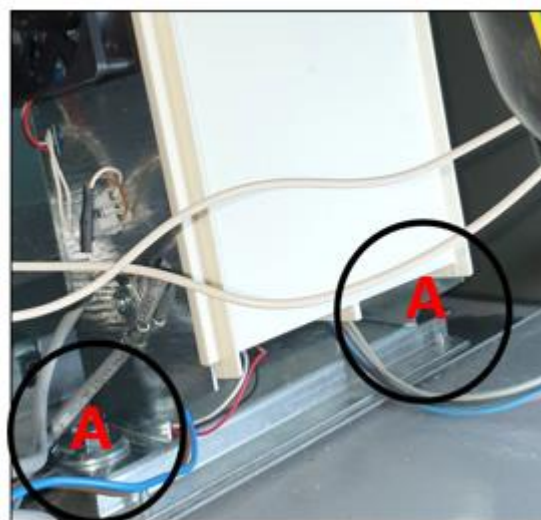

Fig.2.10
18. Serrez les vis **A** (Fig.2.10) fixant le boîtier du variateur à la machine.